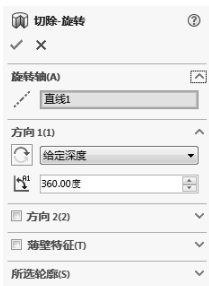

图 5-114 “切除-旋转”属性管理器
4) 旋转切除实体。选择菜单栏中的“插入”→“切除”→“旋转”命令，或者单击“特征”面板中的（旋转切除）按钮，系统弹出“切除-旋转”属性管理器，如图5-114所示。在“旋转轴”列表框中，用鼠标选择绘制的水平中心线，然后单击（确定）按钮。